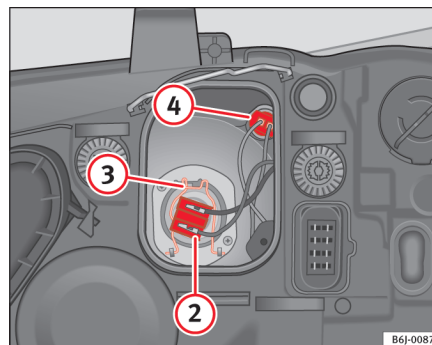

Fig. 146 Feux de position
- Retirez le connecteur ⇒ page 236, fig. 146 ② de la lampe.
- Décrochez le ressort entrebâilleur ⇒ page 236, fig. 146 ③ en le pressant vers l'intérieur et vers la droite.